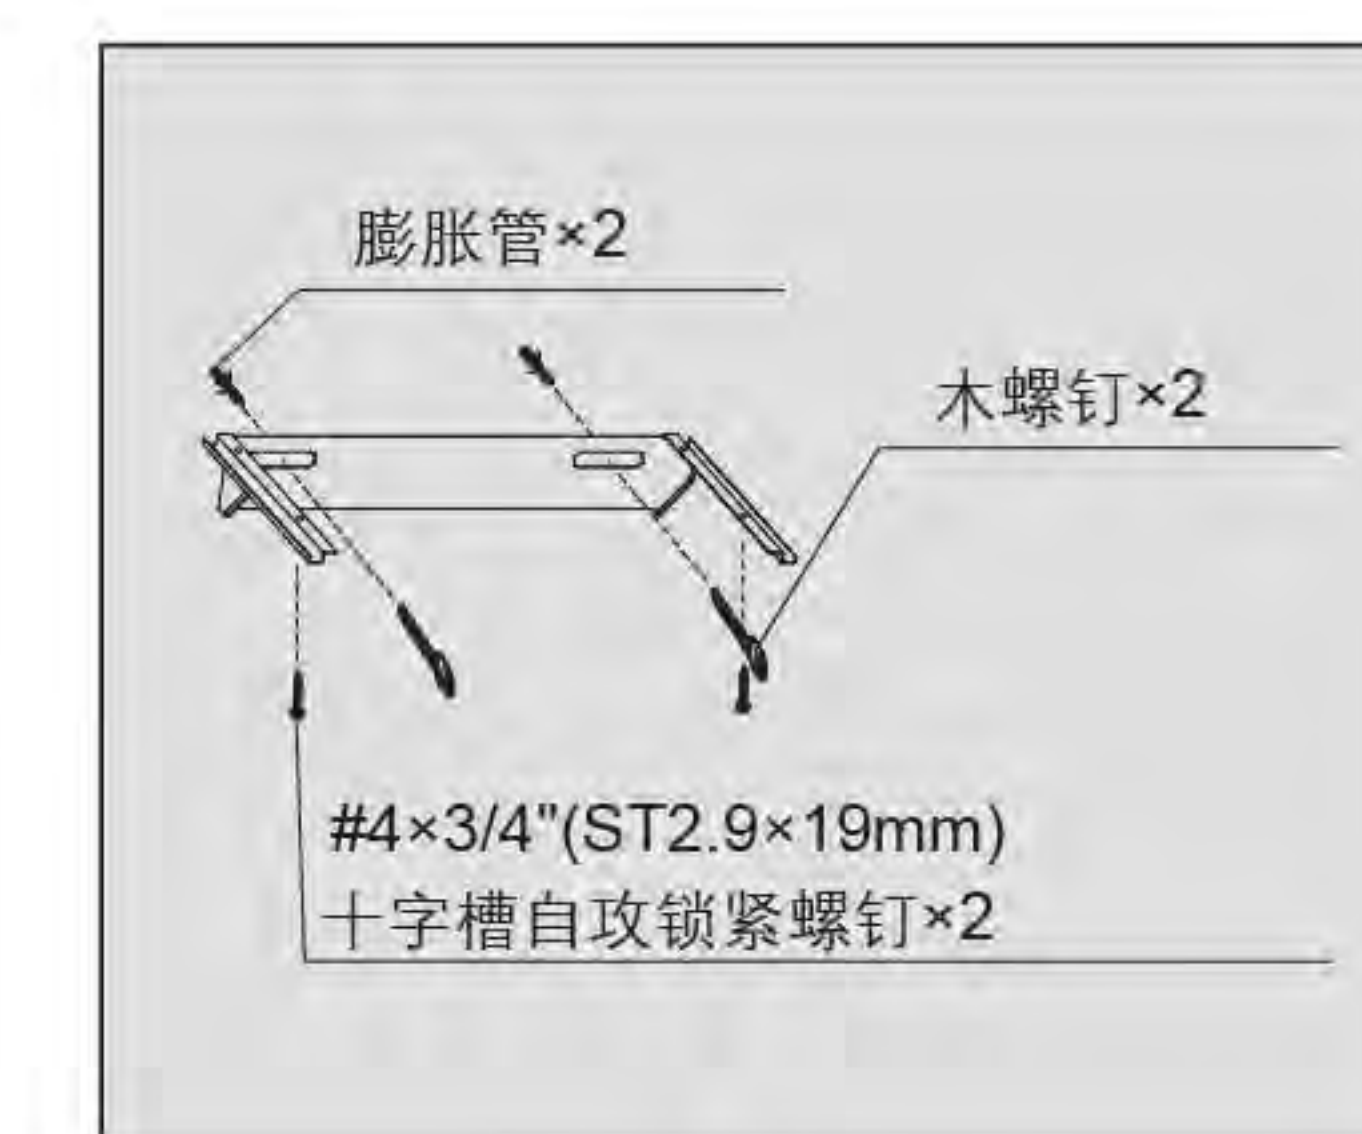

图2
3. 如安装示意图所示，在坚实的墙壁上准确确定冲击钻钻孔的位置，钻孔并牢固埋设膨胀管，固定挂钩和装饰罩挂钩，旋入#10×2 9/16"(ST5×65mm)木螺钉拧紧；装饰罩挂钩前端可用2颗#4×3/4"(ST2.9×19mm)十字槽自攻锁紧螺钉加强固定到吊顶上（如图1和图2所示）。